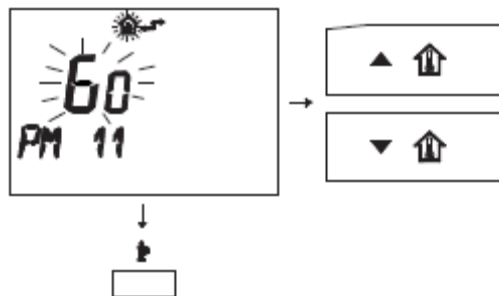

рис. 5.54
- Поменяйте установленное значение с помощью кнопок ▲🏠 или ▼🏠, и подождите, пока цифровое значение начнёт мигать (рис. 5.54) Каждый интервал увеличения или уменьшения равен 1 секунде.